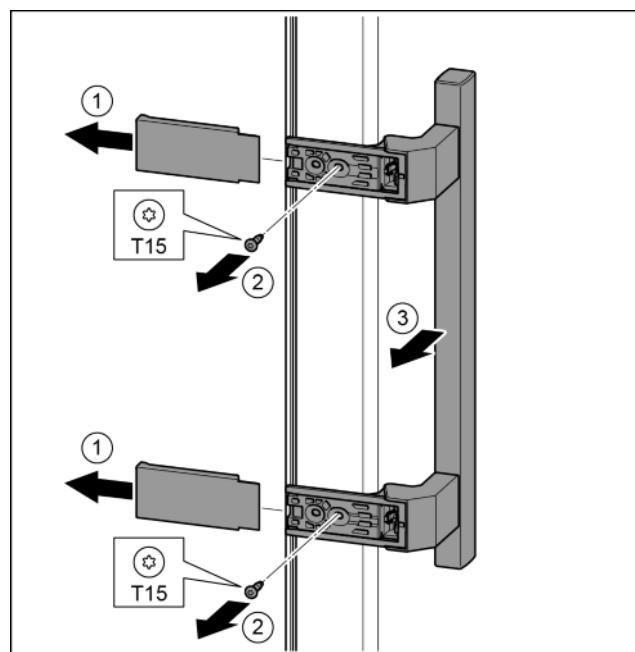

Fig. 15
- Skinite pokrov i postavite ga na drugoj strani. Fig. 15 (1)
- Postavite podložak ležaja na drugoj strani i zavijte pomoću odvijača T25. Započnite s vijkom 2 dolje u sredini. Fig. 15 (2)
- Pritegnite vijak 3 i 4. Fig. 15 (3, 4)
- Kompletno umetnute podložak ležaja. Pri tome pazite da je ispuštenje za blokiranje okrenuto prema otraga. Fig. 15 (5)